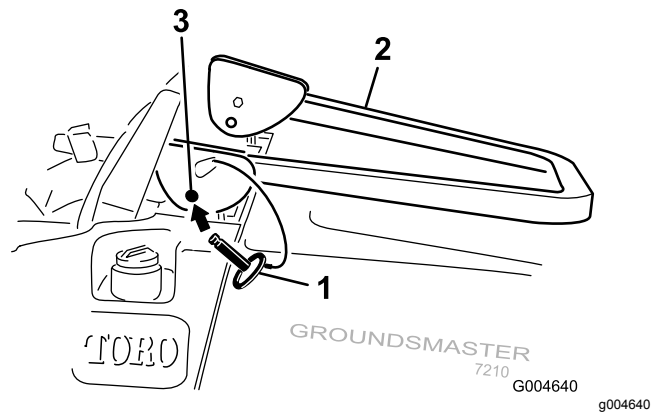

Figura 12
2. Coloque la barra antivuelco en la posición de bajada (Figura 12).